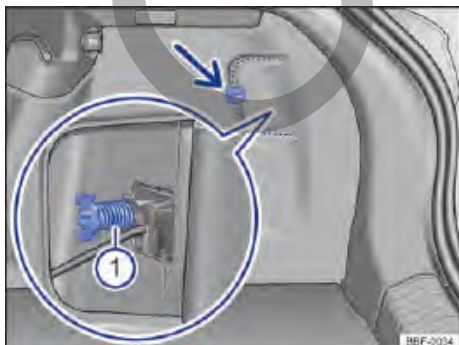
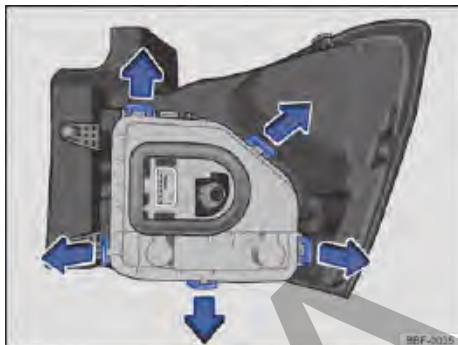

Fig. 206 En el maletero: desmontar la cubierta y retirar el tornillo mariposa ① (fragmento ampliado).
Fig. 207 Linterna trasera: desmontar el portalámparas.
- ① Observar la lista de control y ejecutar las acciones → pág. 267.
- ② Abrir la tapa trasera → pág. 76.
- ③ Para abrir la cubierta de la luz, girar la traba → fig. 206 (flecha).
- ④ Abrir la cubierta junto con la traba hacia el costado.
- ⑤ Aflojar el tornillo mariposa ① (fragmento ampliado) y retirarlo, sosteniendo, al mismo tiempo, la linterna trasera.
- ⑥ Tirar con cuidado de la linterna trasera hacia afuera, para desengancharla de la carrocería → ①.
- ⑦ Desenganchar el conector de alimentación de las lámparas de la linterna, para remover totalmente la linterna.
- ⑧ Colocar la linterna trasera sobre una superficie limpia y lisa.
- ⑨ Para desbloquear el soporte de las lámparas, presionar cada lengüeta de bloqueo → fig. 207 en el sentido de las flechas.
- ⑩ Desmonte el portalámparas con cuidado.
- ⑪ Para retirar las bombillas quemadas presione la bombilla contra el alojamiento y gírela en sentido antihorario.
- ⑫ Cambiar la bombilla quemada por una bombilla nueva del mismo modelo.
- ⑬ Para insertar las lámparas nuevas en el portalámparas, introduzca la nueva lámpara en el alojamiento correspondiente. Presione la bombilla y gírela en sentido horario hasta el tope. ►
- 15 Instalar el soporte de las lámparas en la linterna trasera. Las lengüetas de bloqueo → fig. 207 deben encajar de forma audible.
- 18 Sostener la luz trasera en la posición de montaje con una de las manos y atornillar con la otra el tornillo mariposa → fig. 206 ①.